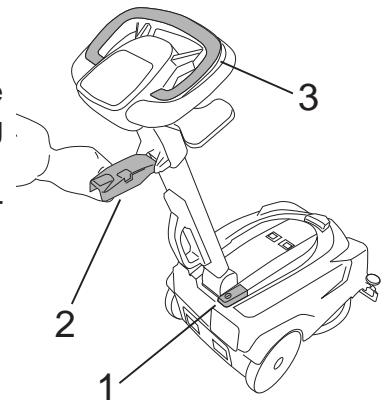

Fig.16
- Druk op de hoofdschakelaar (Fig.16-Ref.1):
- Breng het zuigrubber omlaag met behulp van de hendel (Fig. 16-Ref.2).
- Bedien de bedieningshendel van de borstel (Fig.16-Ref.3).
- Breng het zuigrubber omhoog met behulp van de hendel (Fig. 16-Ref.2).